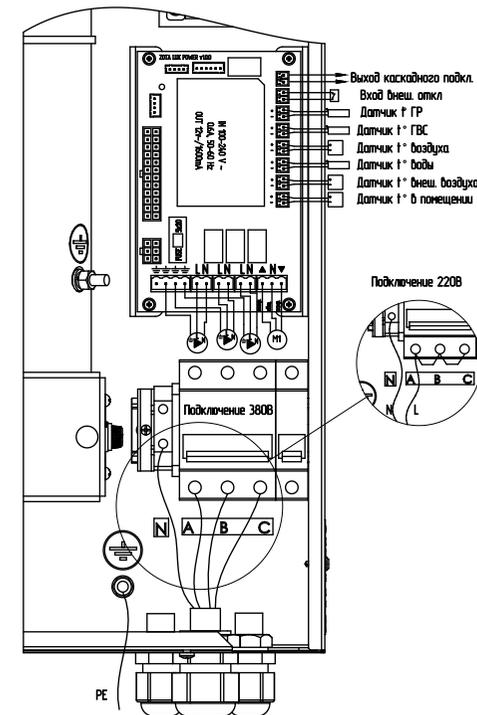

Рис. 3 Схема подключения электроводонагревателя
- Подключить электроводонагреватель к трехфазной сети переменного тока 380 В, 50 Гц, для этого присоединить рабочий нулевой провод на клемму нейтраль (N) электроводонагревателя, фазные провода на клеммы А, В, С вводного автомата. Защитный нулевой провод (PE) подключить на болт «ЗАЕМЛЕНИЕ» см. Рис.3;
- При питании электроводонагревателя от однофазной сети переменного тока 220 В, 50 Гц присоединить рабочий нулевой провод на клемму нейтраль (N) электроводонагревателя, а фазный на клеммы А, В, С вводного автомата, защитный нулевой провод (PE) должен подключаться к клемме «ЗАЕМЛЕНИЕ» см. Рис.3. Для соединения клемм А, В, С вводного автомата в комплекте имеется специальная перемычка (только для ZOTA-4,5...ZOTA-9), которая устанавливается на вводных клеммах автомата (см. Рис.3);
- Присоединить датчики температуры воздуха помещения (tдатч1) и на улице (tдатч2) к колодкам на плате измерения, проводом с сечением не менее 0,5 кв.мм и длиной до 20 м как показано на Рис.3. Необходимо строго соблюдать полярность, обозначенную на схеме при подключении датчиков температуры. Маркировка проводов датчиков температуры воздуха: красный (+), синий (-).
- Присоединить провода (L,N,заземление) от насосов к соответствующим контактам на клеммной колодке котла как показано на Рис.3. Мощность, потребляемая каждым насосом не должна превышать 200 Вт.
- При необходимости присоединить провода (откр_общ_закр) от двигателя трехходового смешивающего клапана к соответствующим контактам на клеммной колодке котла как показано на Рис.3. Мощность двигателя привода не должна превышать 20 Вт при напряжении ~220 В.